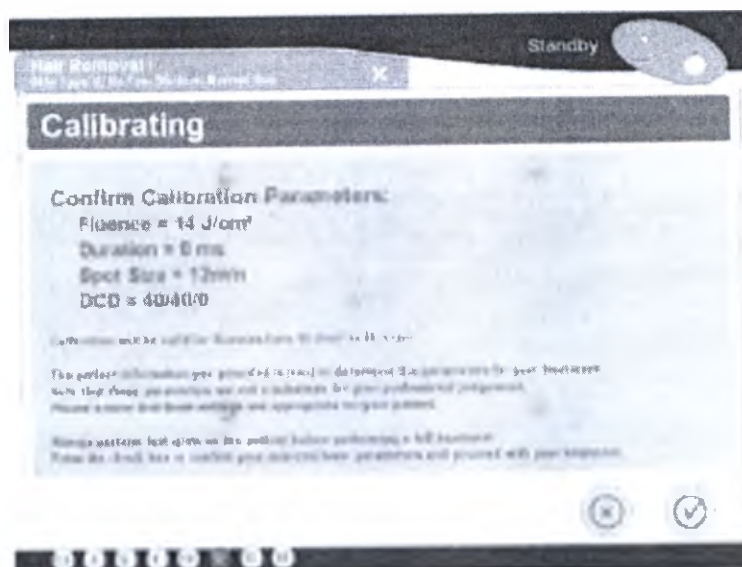

Рисунок 3-14: Подтвердите Параметры Калибровки
21. Выберите кнопку «Калибровка» на Основном Экране (смотри Рисунок 3-13). Окно Калибровки покажет (смотри Рисунок 3-14).